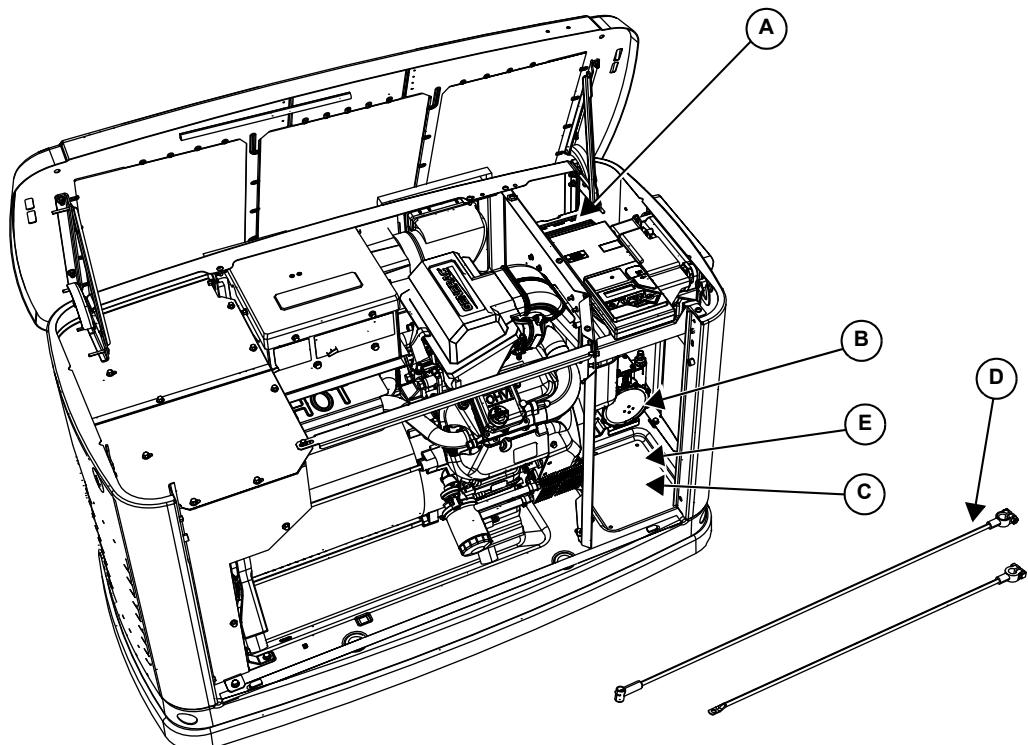

Figure 2-6. Zone de branchement client et emplacement des pièces expédiées détachées
- 11.** La **Figure 2-6** présente les éléments suivants :